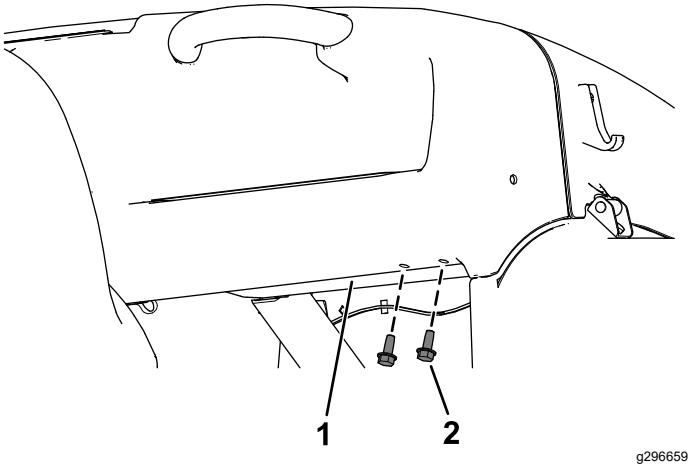

Figure 24
- A. Retirez les 2 vis ($5/16" \times 3/4"$) qui fixent la planche de bord au cadre de la machine (Figure 24).